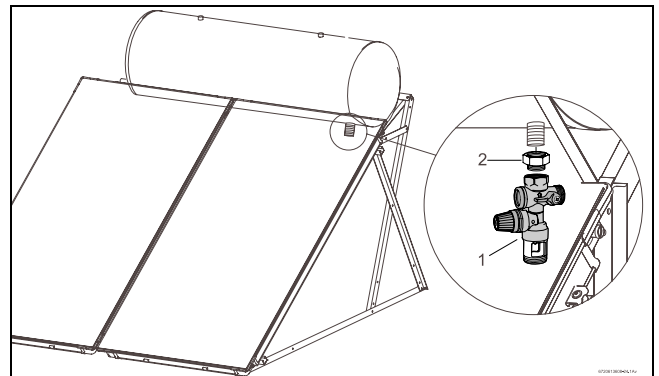

Bild 76 Sicherheitsventil montieren
- Reduzierring am Sicherheitsventil 10 bar anbringen und das Ventil am Wassereintritt montieren (Bild 76).
Durch die Temperatur- und Druckunterschiede im Laufe eines Tages kann Wasser aus dem Sicherheitsventil (Bild 76, [1]) austreten. Für eine geeignete Abführung des austretenden Wassers sorgen.